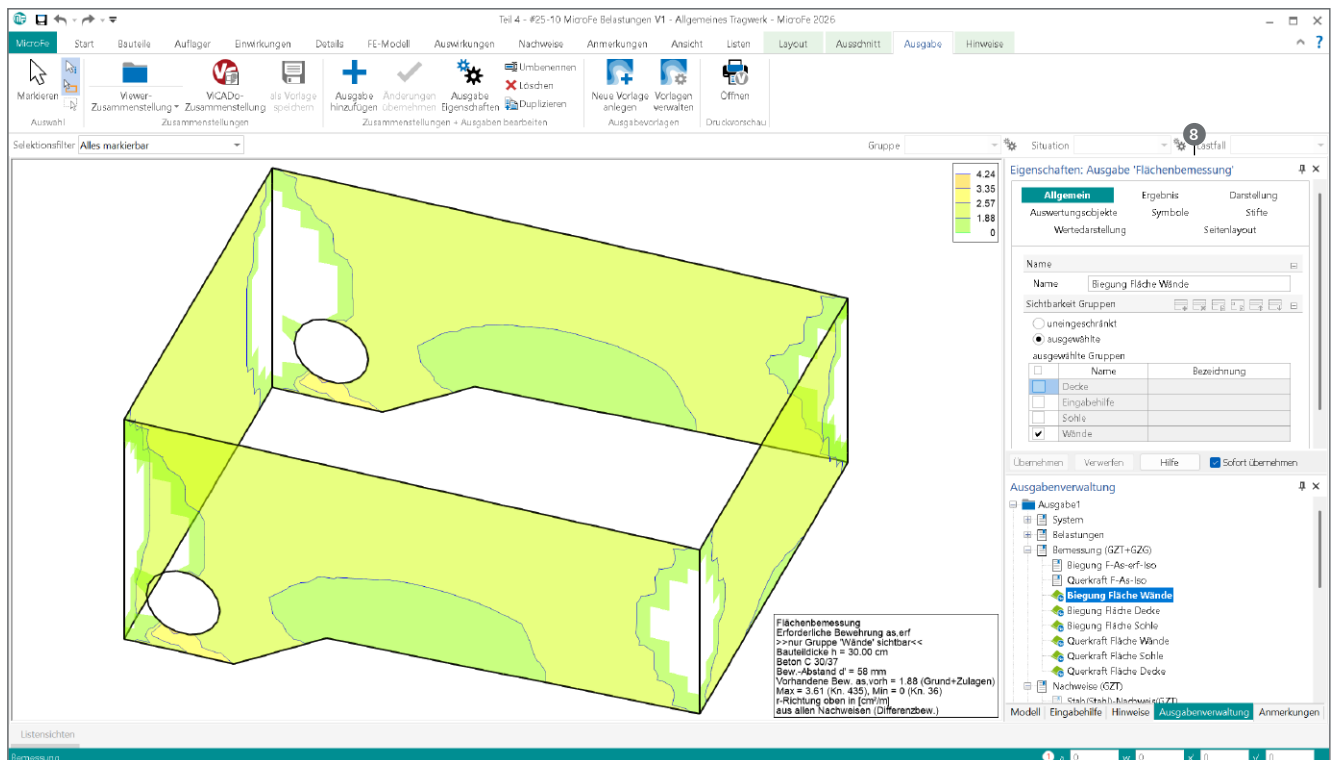
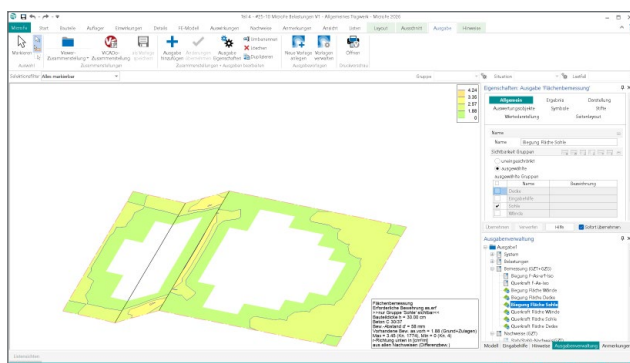

Bild 7. Fokussierung der Bemessung auf die Wände in der Gruppe „Wände“
Bild 8. Wechsel der Fokussierung auf die Sohle
Mit dem Übergang von der Eingabe in die Darstellung von Ergebnissen, z.B. Schnittgrößen oder Bemessungen, verlagert sich die Steuerung der Sichtbarkeit in die Eigenschaften des jeweiligen Ergebnisses ⑧. Wie in Bild 7 gezeigt, können über die Eigenschaften des Ergebnisses wahlweise eine oder mehrere Gruppen ausgewählt werden.
Bei der grafischen Ergebnisdarstellung, wie in Bild 7 gezeigt, wird deutlich, dass durch die Reduktion der Positionen die Lesbarkeit und Erkennbarkeit der Ergebnisse gesteigert wird. Für eine komplette Dokumentation können einzelne Ergebnisse in der Ausgabenverwaltung zusammengestellt werden.
Bild 7 und Bild 8 zeigt ein 3D-MicroFe-Modell, bei dem in der Ausgabenverwaltung für drei Gruppen jeweils zwei grafische Ergebnisdarstellungen gewählt wurden. Für Decke, Sohle und Wände wurden jeweils Ergebnisse für Biegung und Querkraft abgelegt. Die Steuerung der Sichtbarkeit wurde jeweils auf eine Gruppe reduziert.